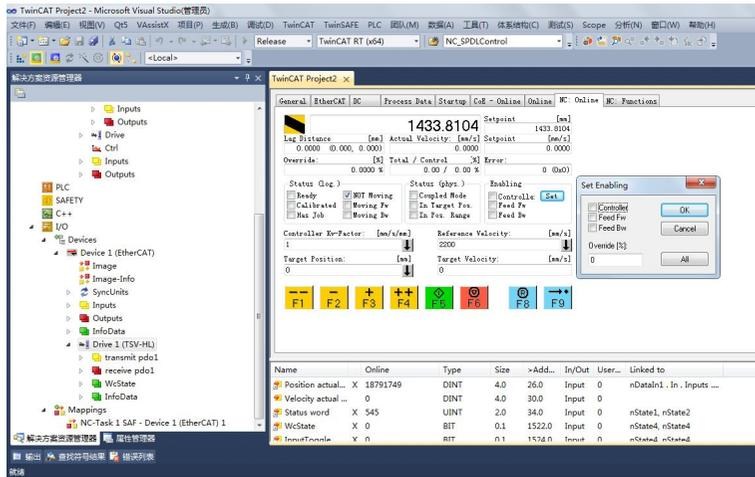
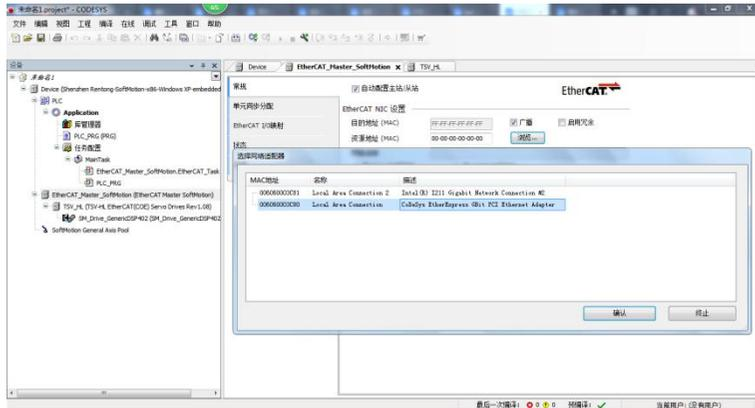

图 12
图 13
10、选择 TwinCAT 菜单 Activate configuration，选择 Driver1，进入 NC: online 标签页，点击 Enabling->set->all 使能伺服驱动器（图 12），点击 F2 或 F3 手动正反转，默认速度是 100mm/s，即 600 转/分钟，可以从伺服驱动器确认（图 13）。
①设置主站参数。设置资源地址，选择网口（控制器与驱动器相连的网口）（图 13）；